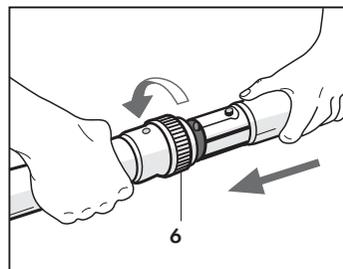

Fig. 9
Per l'accoppiamento dei vari componenti é sufficiente inserire la parte terminale maschio dell'uno nella parte femmina e ruotare la ghiera di bloccaggio (6) nella direzione indicata (**Fig. 9**).